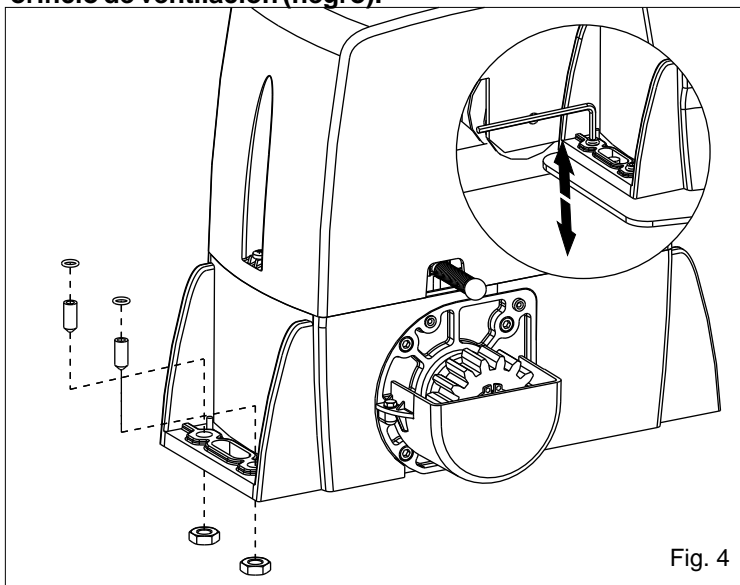

Fig. 4
4.1. Insertar los 4 pasadores en los respectivos dagueros de modo de regular la altura del motoreductor a la placa (Fig. 4).